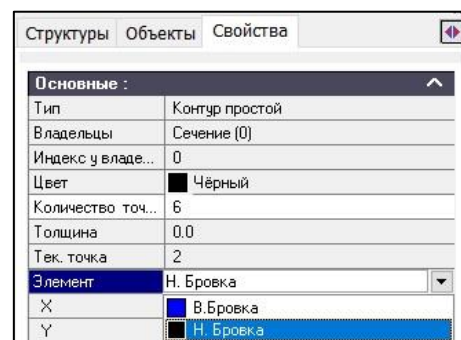
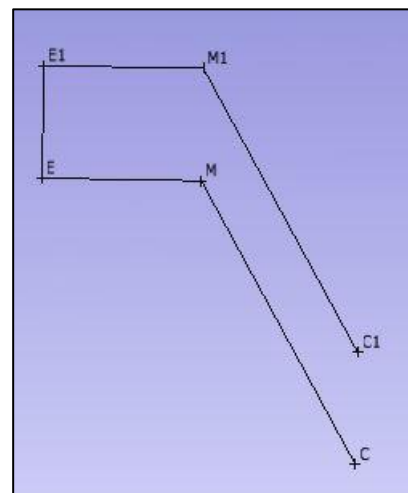

Рис. 4.12
Рис. 4.13
17.1. Для этого активизируйте команду **Выбрать контур** , укажите контур **СМЕЕ1М1С1** и на страничке **Свойства Менеджера объектов** установите в строке **Элемент** – **Н. Бровка** (рис.4.12). Контур окрасится в черный цвет (рис.4.13).